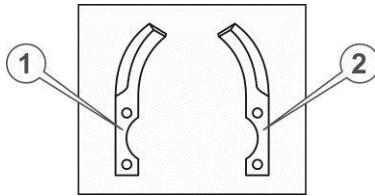

Рисунок 6. Ножи грунтофрези
2. Взяти з комплекту грунтофрези по одному лівому і правому ножу (див. рис. 6.)
3. Приклести ножі (наприклад поз. 1 та поз. 2 див. рис. 6.) до кріпильного квадрата маточини уздовж двох суміжних сторін цього квадрата таким чином, щоб квадрат опинився всередині загинів ножів, загострені частини ножів були направлені в напрямку обертання (як зазначено